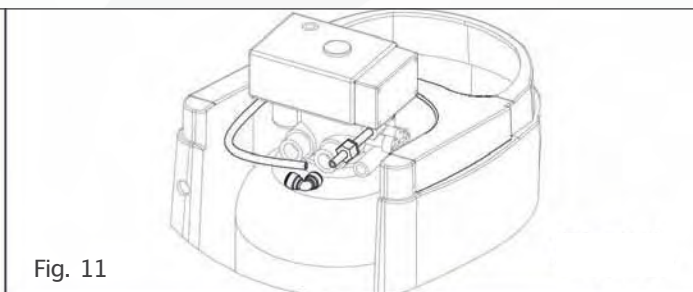

Fig. 11
- B: Pase el tubo por la tuerca e inserte el abocardador en un extremo del tubo. (Fig. 11)